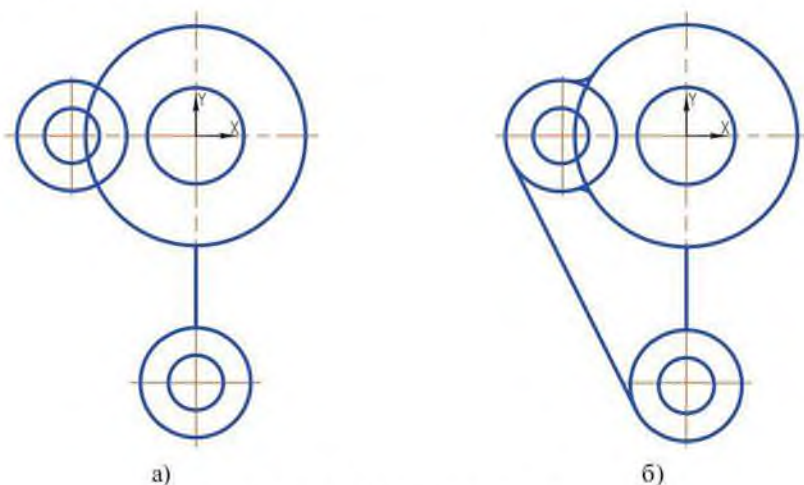

Рисунок 4.25 Построение отрезка, касательного к двум кривым
- 5) Построить отрезок, касательный к двум кривым – окружностям радиусом 20 мм (рисунок 4.25 б).